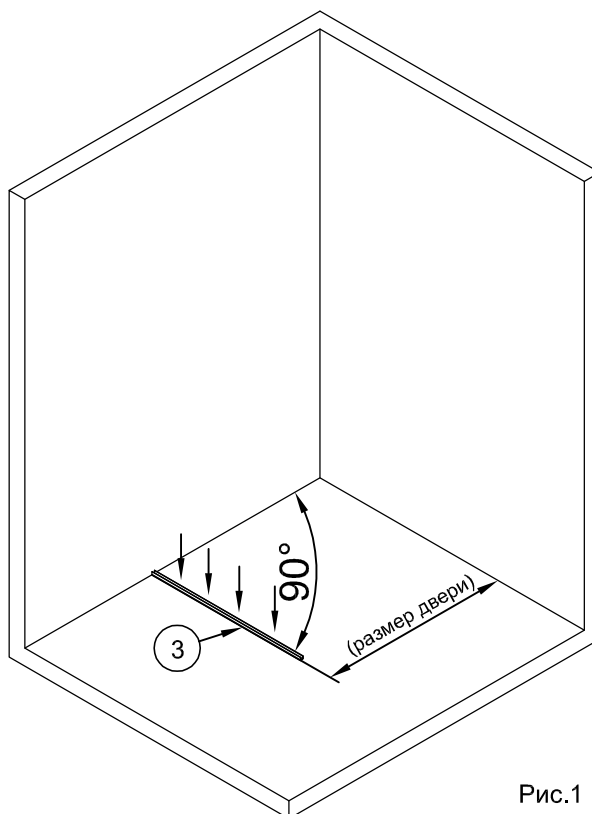

Рис.1
Прижмите профиль №3 к стене под прямым углом (рис.1).
1.2. Карандашом или фломастером проведите разметку мест сверления отверстий под дюбели, используя отверстия в профиле №3 для его крепления (4 отверстия) (рис. 1).